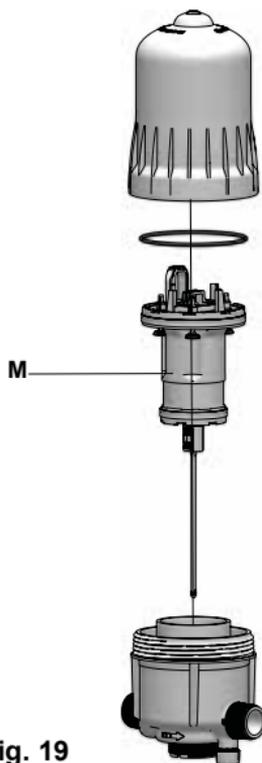

Fig. 19
- Dévisser la cloche et sortir le moteur (**Fig.19**)